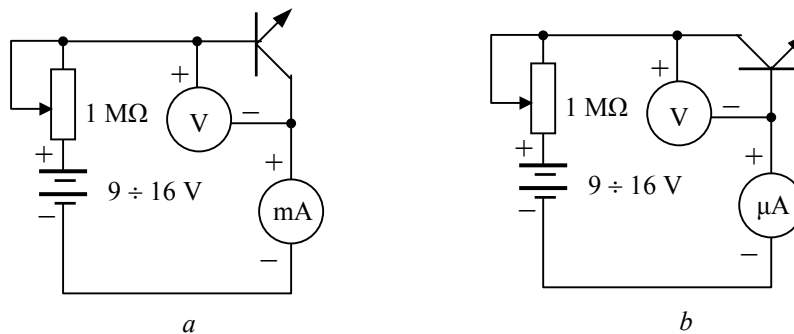

Fig. 4 Circuite pentru determinarea caracteristicilor directe (a) și inverse (b) ale diodei formată de jonctiunea bază-colector
6. Se repetă aceeași procedură pentru măsurarea caracteristicilor directă și inversă a jonctiunii bază-colector urmărind schema din fig. 4. Tensiunea inversă de